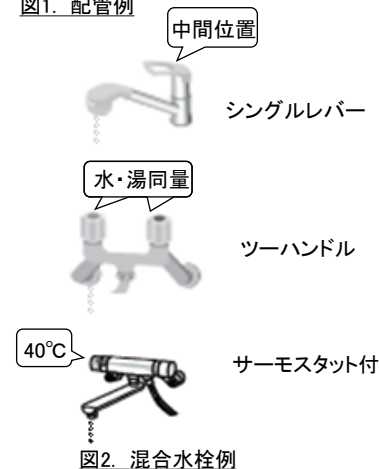

図2. 混合水栓例
・シングルレバーの場合は、レバーを水側と湯側の中間位置に開けます。(図2)
・ツーハンドルの場合は、水側と湯側のハンドルを同じ程度に開けます。(図2)
・サーモスタット付の場合は、混合水栓の温度設定を40℃前後にして、ハンドルを開けます。(図2)
- ①給湯温度を低温に設定し、混合水栓を少し開けて、わずかに水を出すように開けておきます。(1分間に200cc:コップ1杯分が目安)
- ・シングルレバーの場合は、レバーを水側と湯側の中間位置にして開けます。(図2)
- ・ツーハンドルの場合は、水側と湯側のハンドルを同じ程度開けます。(図2)
- ・サーモスタット付の場合は、混合水栓の温度設定を40℃前後にして、ハンドルを開けます。(図2)